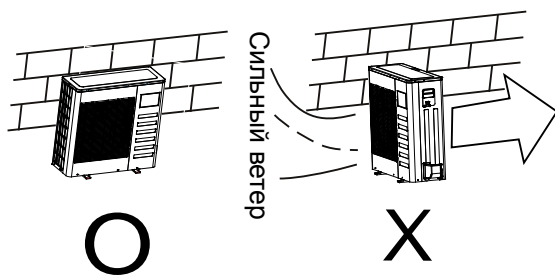

Рис. 6-1
- при установке наружного блока в условиях воздействия сильных ветров, например в прибрежной зоне, необходимо монтировать блок вдоль стены или установить защитный экран (см. рис. 6-1);